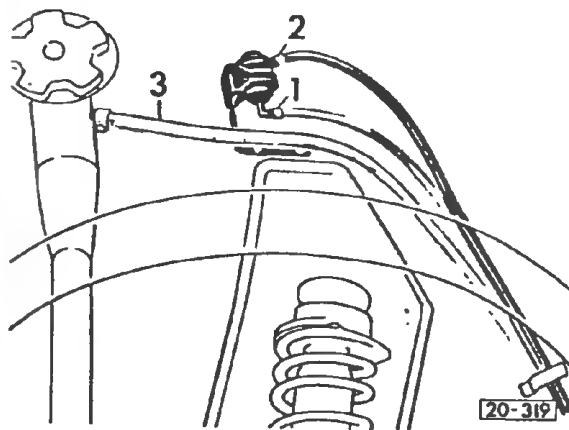

Fig. 7 Position de montage de la soupape à gravité avec pièce de pression à partir de 8.79
- Déposer la soupape (fig. 7).